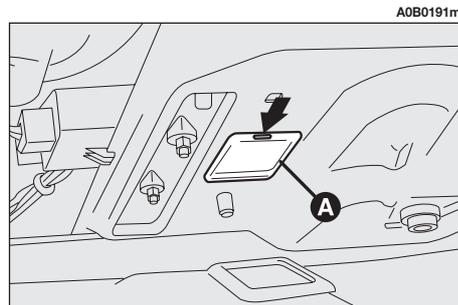

fig. 65
- Estrarre, utilizzando un cacciavite a lama piatta, il trasparente (**A-fig. 65**) completo di lampada.